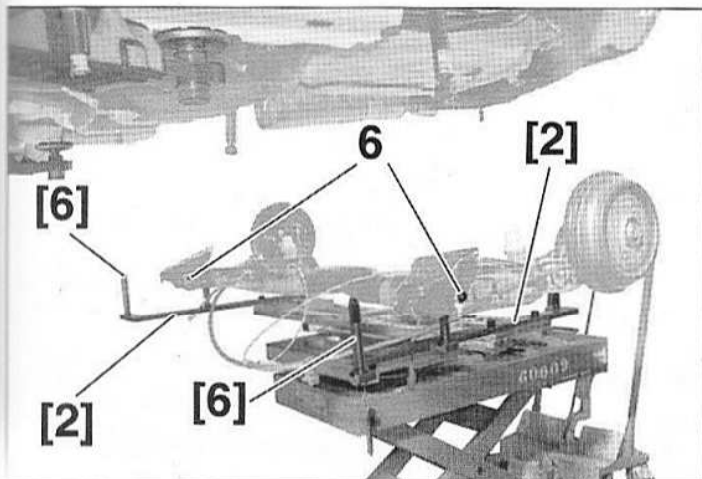
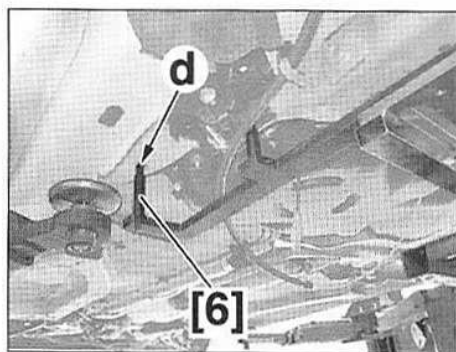

FIG.51
FIG.52
• Monter les outils [6] sur les outils [2] (Fig.51).
• Desserrer les boulons (6) des articulations élastiques de l'essieu.
• Présenter l'essieu sous la caisse et guider les chapes de ses paliers avec les outils [6] en (d) (Fig.52).
- Reposer les vis (5), sans les serrer.
- Comprimer légèrement l'amortisseur et reposer sa vis inférieure (3).